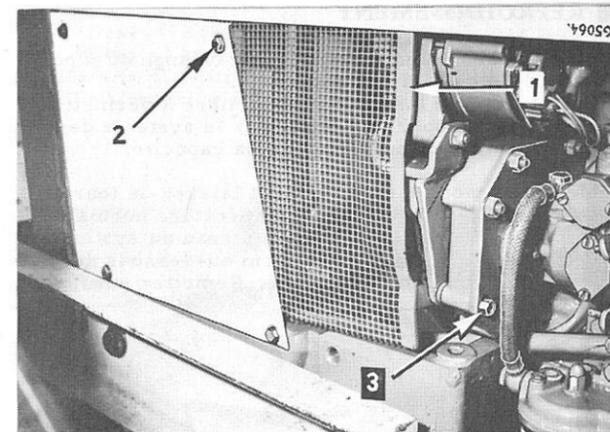

Fig. 61
Le ventilateur et les courroies trapézoïdales sont alors protégés, des deux côtés du tracteur, par une grille de protection (1), Fig. 61. Ces grilles de protection doivent constamment être en place pour éviter tout risque de blessure par contact inopiné avec la courroie de transmission ou le ventilateur.
La grille de protection (1) Fig. 61, doit être déposée lors de certaines opérations d'entretien; enlevez à cet effet la vis de fixation (2) et l'écrou (3).